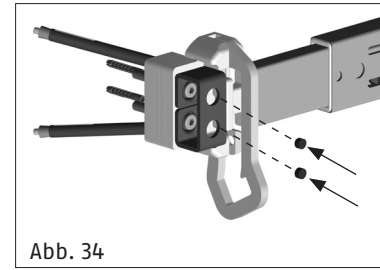

Abb. 34
4. Befestigung des Schließkastens siehe „Schließkastenmontage mit Anschraubplatte“. Abschließend Sicherungsstopfen in die Innensechskantkontur der Schrauben einschlagen. (Abb. 34).